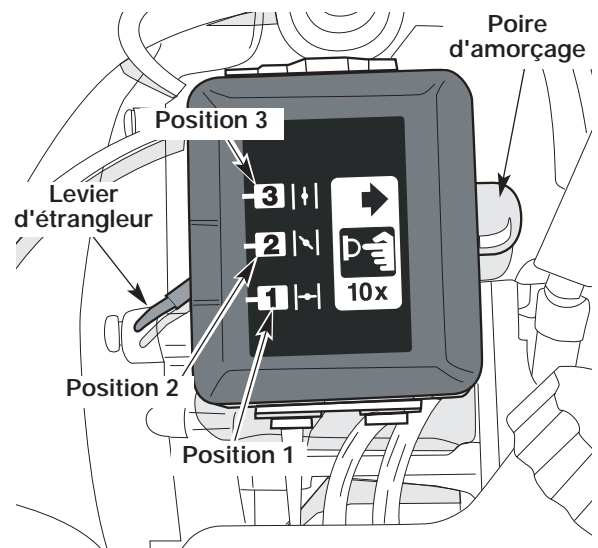

Fig. 4
4. Mettez le levier d'étrangleur en Position 1 (Fig. 4).